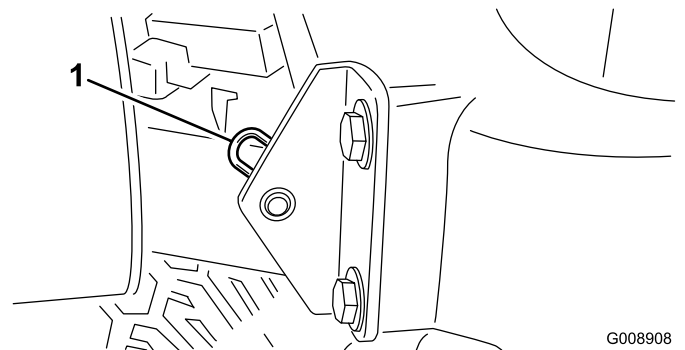

Figure 40
2. Retirez la goupille fendue qui fixe le pivot de capot aux supports (Figure 40).